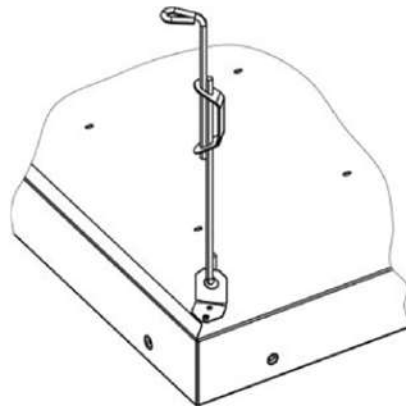

Рис.5
6.3. Светильник после распаковки установить в потолок. Светильники серии TLGR устанавливать согласно рис.5. Светильники серии TLC-1 устанавливать в рамку потолка на рассеиватель.
Светильники серии TLGR устанавливать согласно Рис.5